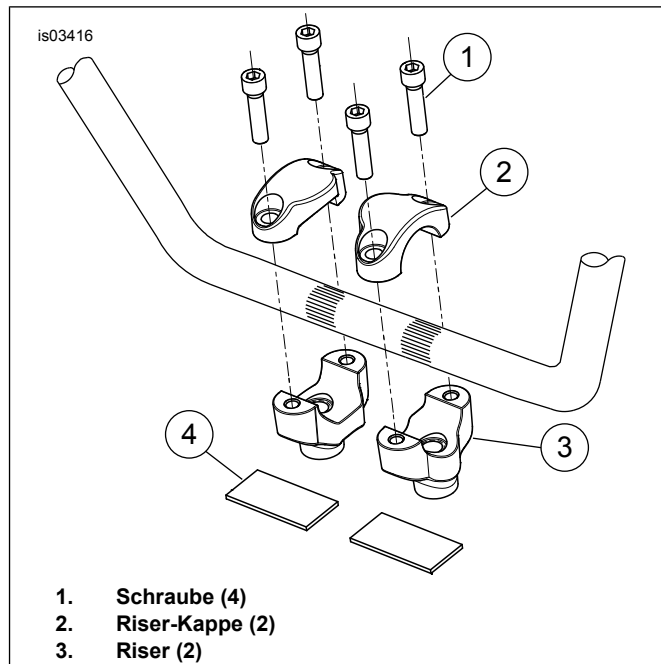

Abbildung 3. Riser-Ausrichtung – FLSTF
- b. Siehe Abbildung 3. Die neuen Riser (Satz-Nummer 56789-05), wie abgebildet ausrichten und an der oberen Gabelbrücke unter Verwendung der Originalschrauben, Sicherungsscheiben und Unterlegscheiben lose anbringen. Das Massekabel und die innen gezahnte Sicherungsscheibe an der rechten Riser-Schraube anbauen.
- d. Zwei Riser-Kappen (2) an den Risern über dem Lenker unter Verwendung von vier im Bausatz enthaltenen Schrauben (1) anbringen.